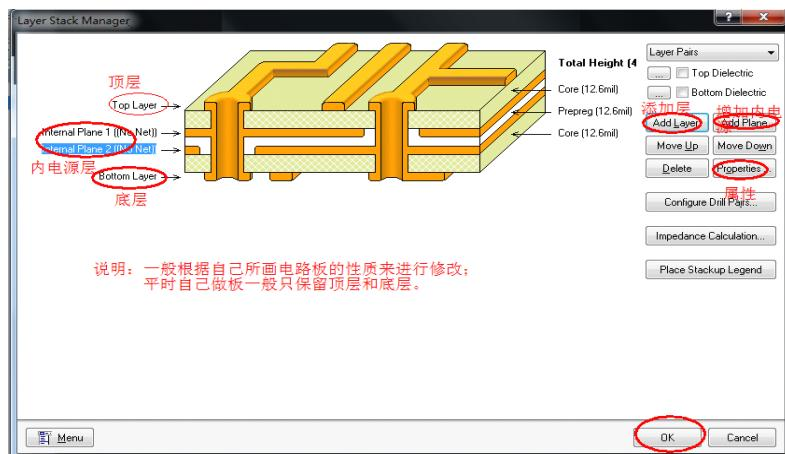

图 6-5.11 板层设置
Step9：单击“完成”按钮，结束设计向导，如图 6-5.11 所示。
执行菜单命令：【Design】 / 【Layer Stack Manager】，在弹出的对话框中进行设置，如图 6-5.11 所示。